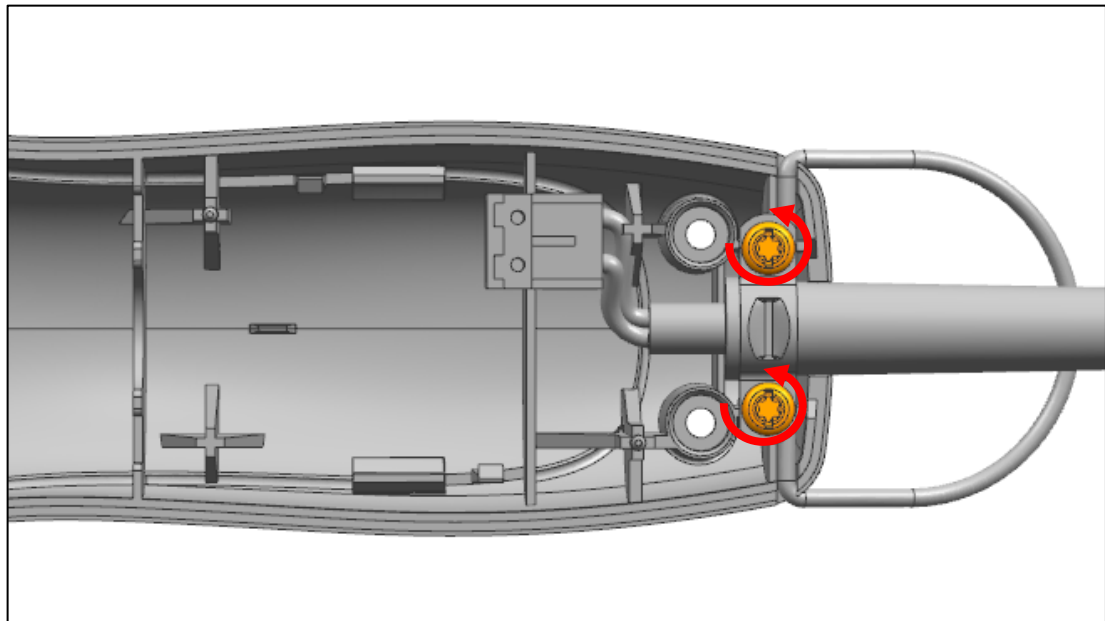

Abb. 20
- a) Lösen Sie die zwei markierten Schrauben an der Zugentlastung. Verwenden Sie hierzu einen Torx-10-Schraubendreher (Abb. 20).